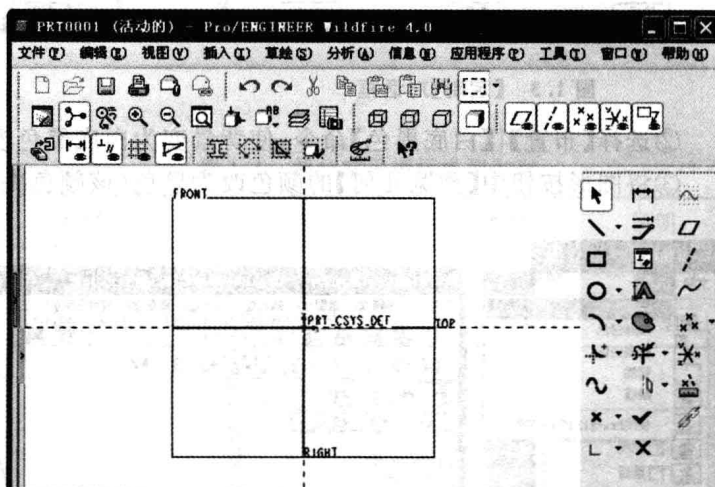

图 1.9 【草绘】工作界面
④选择绘图区中的 FRONT 基准平面为草绘面,其余使用系统缺省设置,单击【草绘】按钮,进入草绘环境进行草绘,如图 1.9 所示。